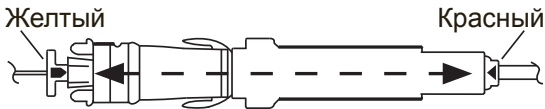

Рис. 3. Выравнивание аппликатора в зонде
9. Продвиньте аппликатор, совместив **желтый указатель (D)** с **красной стрелкой** на биопсийном зонде. См. рис. 3.